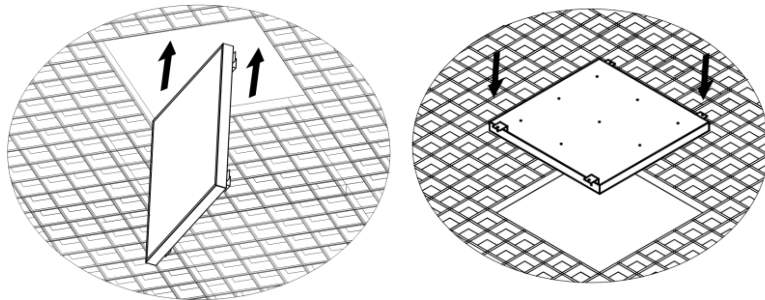

Рисунок 6 - Установка светильника Geniled Офис Грильято в навесной потолок.
- Заведите светильник в нишу потолка «Грильято» (Рисунок 6).
- Положите светильник внутрь ячейки «Грильято» (Рисунок 6). Убедитесь, что светильник надежно установлен, проверьте подключение.